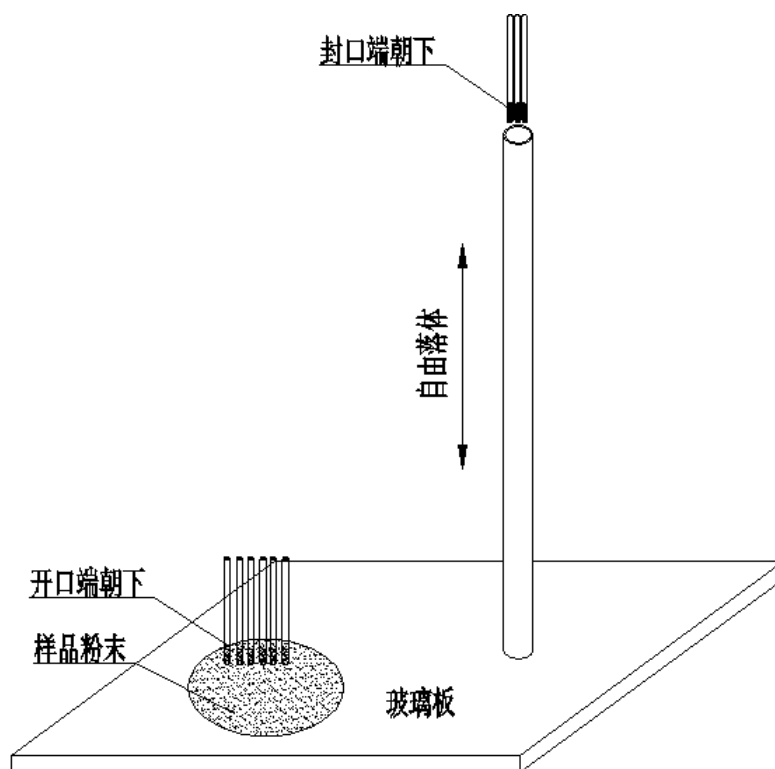

图 1 装样示意图
- 然后将准备好的管子垂直放在玻璃板上,将刚刚装好样品的毛细管,封口端朝下,通过管子的上端放入,以自由落体的方式来回 5~6 次,使样品压实,见图 1;